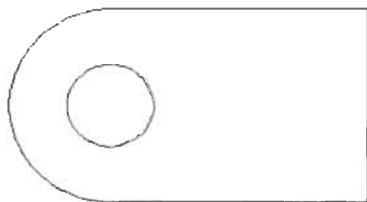
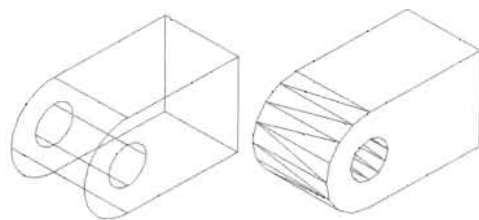

图 14-197
图 14-198
(3) 修剪多余的圆弧和线段, 并把圆弧和矩形组成的图形转化为闭合多段线, 结果如图 14-197 所示。
(4) 执行 Extrude 命令, 把圆和闭合多段线拉伸 12mm 的高度。
(5) 切换到西南等轴测视图, 对拉伸后的实体执行差集运算, 把圆柱实体减掉, 如图 14-198 所示。